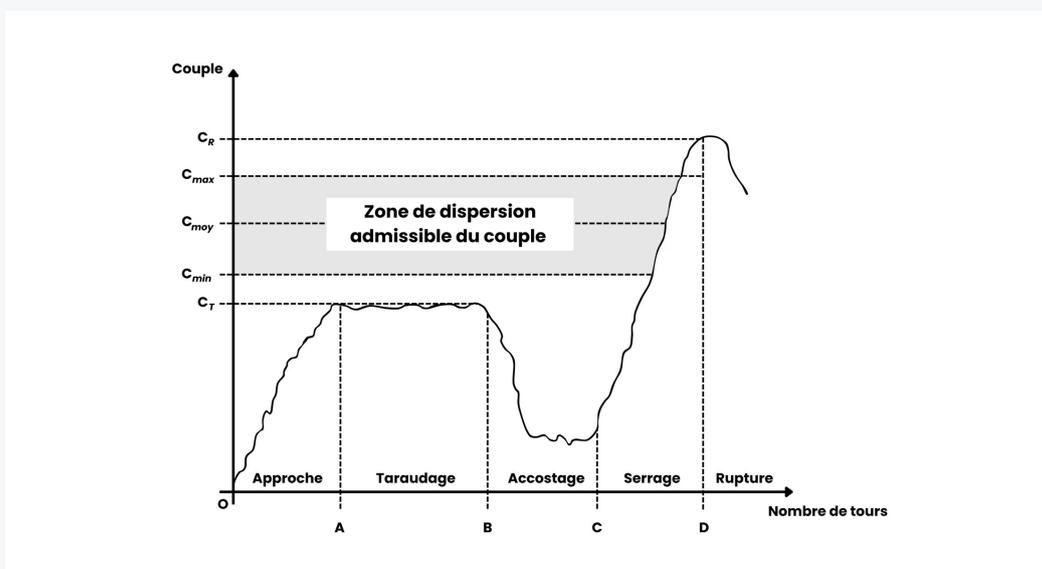

Figure 2: Évolution du couple en fonction du nombre de tours
4. OPÉRATION DE MONTAGE (voir Figure 2)